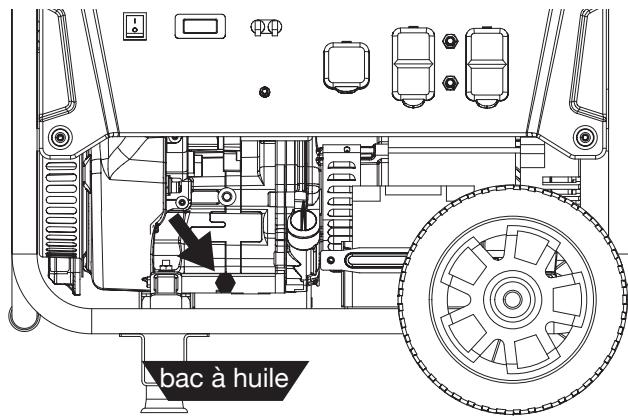

Figure 22 - Bouchon de vidange d'huile
3. Placez un bac à huile (ou autre récipient approprié) sous le bouchon de vidange d'huile (voir Figure 22).
5. Retirer le bouchon de vidange d'huile (voir Figure 22). Une fois retiré, placez le bouchon de vidange d'huile sur une surface propre.